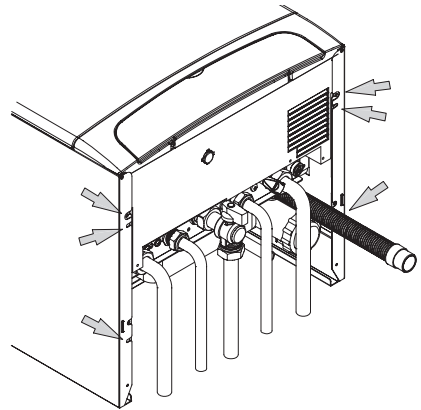

Fig. 5.15
- Svitare le sei viti indicate in Fig. 5.15.